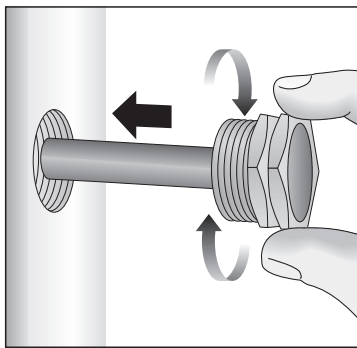
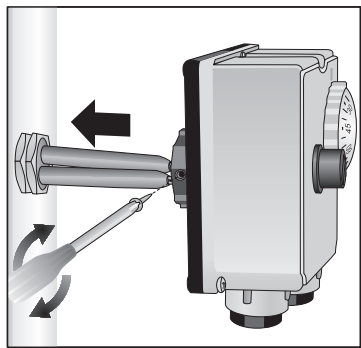

fig.3 - Abb.3
fig.4 - Abb.4
A) Vedere fig.3 e fig.4.
A) See fig.3 and fig.4